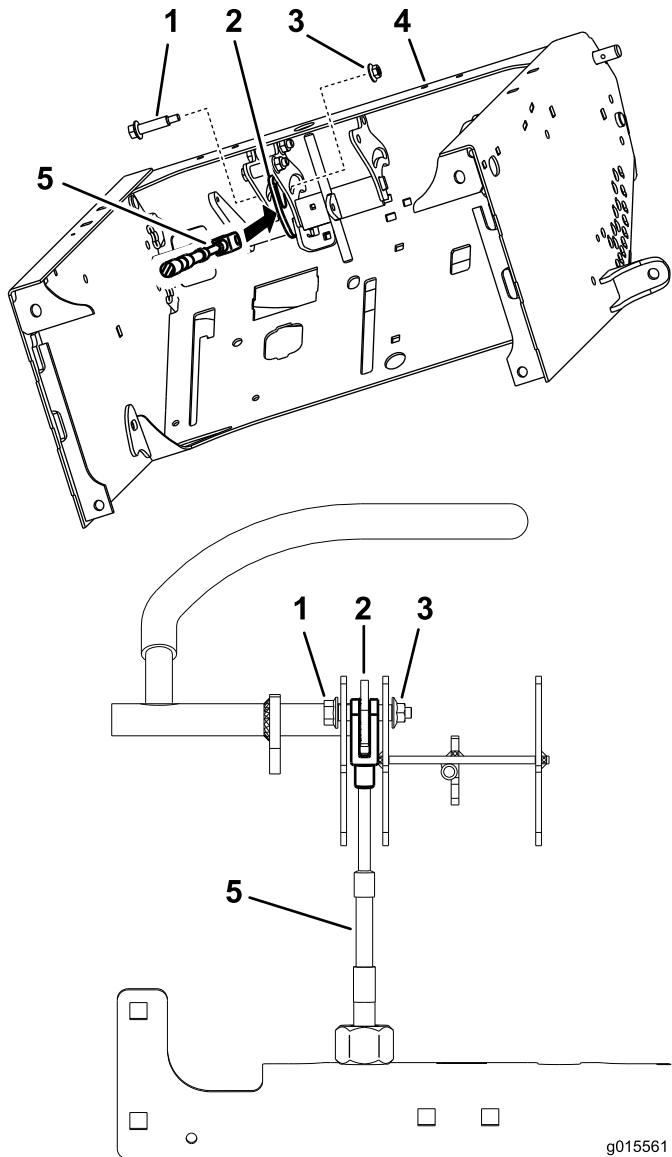

Figure 14
11. Accouplez la chape au support de commande de déplacement avec le boulon à épaulement et le contre-écrou (1/4 pouce) neufs. Répétez la procédure de l'autre côté (Figure 14).